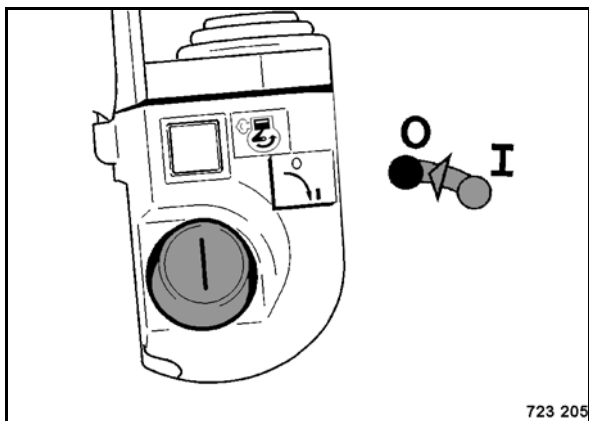

Рис. 51
- Повернуть выключатель зажигания (Рис. 51) в положение "0".